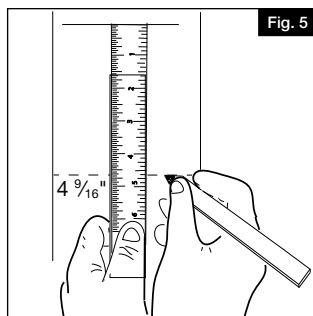

Fig. 5
- Trazar una marca a $4\frac{9}{16}$ " (11,59 cm) por debajo de la línea del pasamanos para establecer la ubicación del soporte del pasamanos (Fig. 5). Esta marca indica el borde inferior del soporte de montaje del pasamanos.